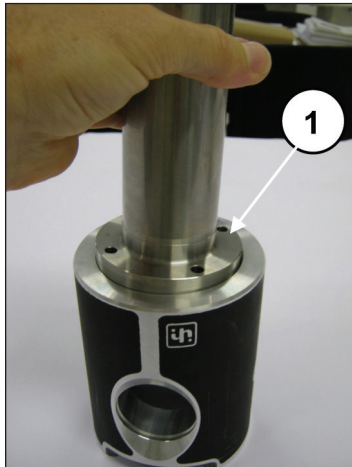
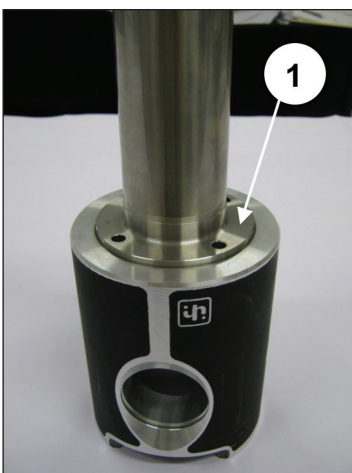

图39
图40
将活塞导杆插入活塞导承的专用底座（部件号①，图39），并利用4颗圆头螺丝M6x20（部件号①，图40）固定活塞导承。